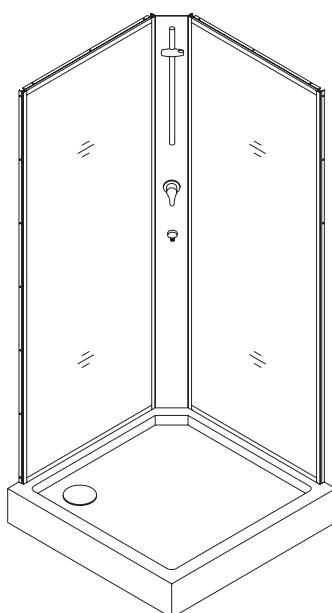

Рис. 4
4. Повторите пункт 3 для того чтобы установить вторую боковую стеклянную панель (02). Рис. 4
5. Вставьте один из концов 90° соединительного элемента (11) в верхнюю направляющую рельсу одного из передних стационарных стекол (12), отрегулируйте позицию и просверлите отверстия при помощи электродрели, используя сверло ф3мм.